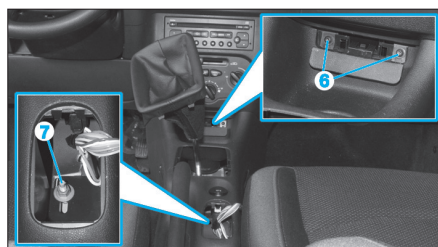

Fig. 4
- Déposer les vis Torx de 20 (6) et l'écrou hexagonal de 10 (7) (Fig.4).